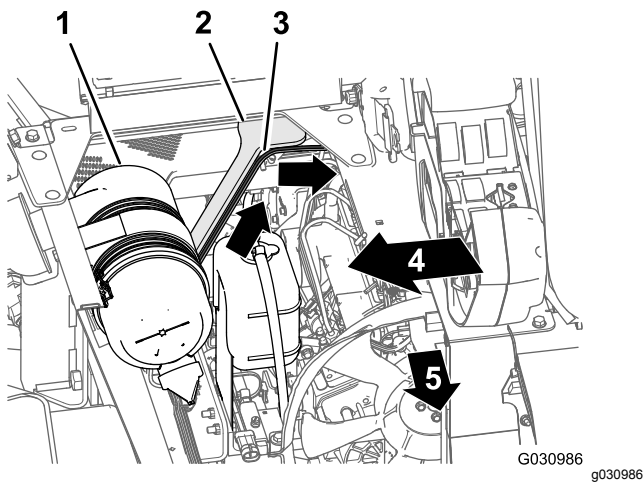

图 114
- 沿着发动机挡板——连接空气滤清器与发动机的出风管的前部——的右支撑架让 108cm 线束支管向上穿入发动机舱的后部图 114。